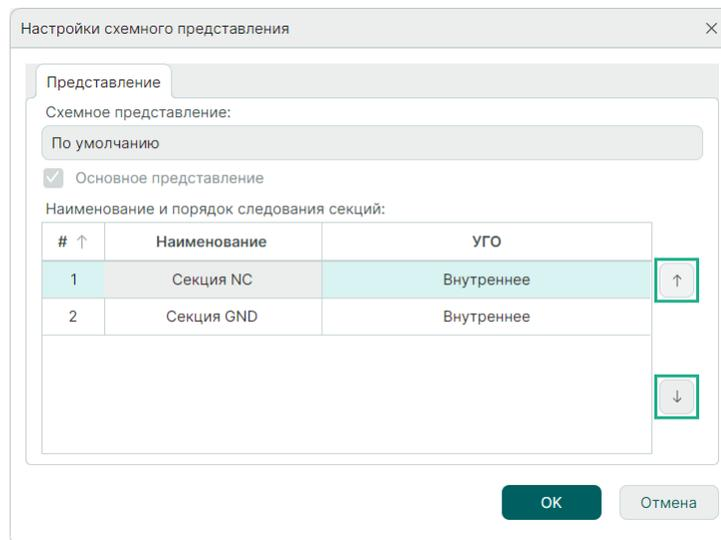

Рис. 229 Изменение порядка отображения секции
2. Выберите в таблице одну из секций и с помощью кнопок  и  переместите ее в требуемую позицию, см. Рис. 229.